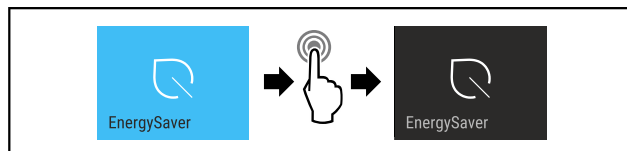

Fig. 18
- ▶ Выполните шаги действия (см. Fig. 18).